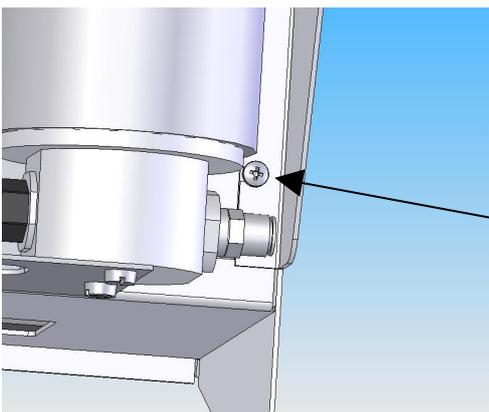

Bild 5
- Nun hängen Sie den Zusatz-Tank an den Schrauben ein. Bitte achten Sie darauf, dass bei allen drei Einhängebohrungen die Schraubenköpfe eingerastet sind. Der „Flügel“ des Tankhalteblechs muss unter die seitlich sitzende Schraube geschoben werden. **Bild 5**